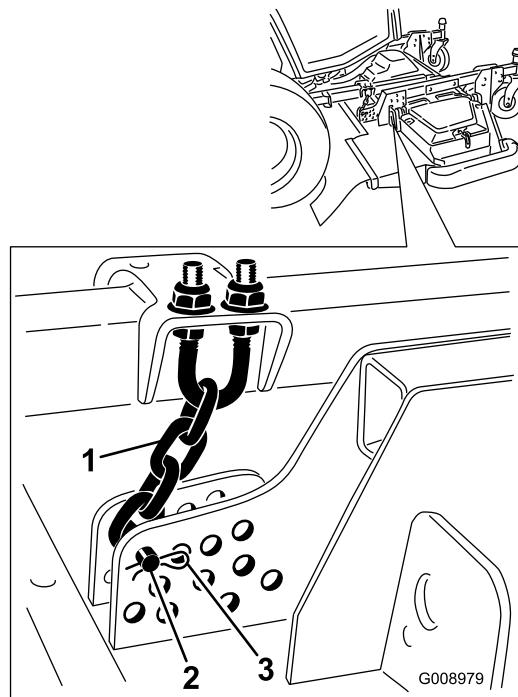

Bild 2
5. Entfernen Sie den Splint und den Lastösenbolzen, mit denen die Schnitthöhenkette an der Rückseite des Mähwerks befestigt ist (Bild 2).
10. Setzen Sie den Splint und den Lastösenbolzen ein, mit denen die Schnithöhenketten an der Rückseite des Mähwerks befestigt sind (Bild 2).